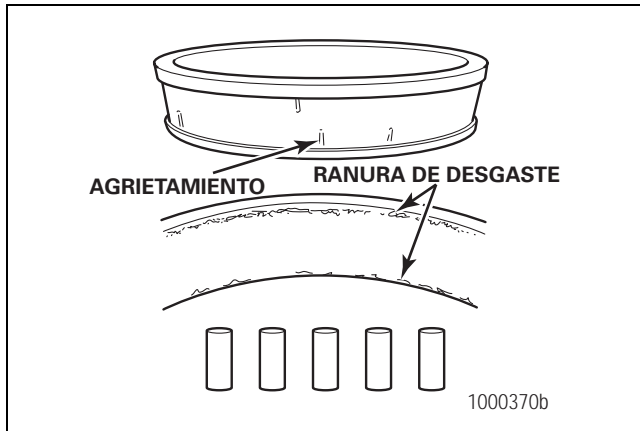

Figura 5.2
- Hay grietas profundas o roturas en la copa, en la carcasa interior del cono o en las superficies de los rodillos. Figura 5.2.